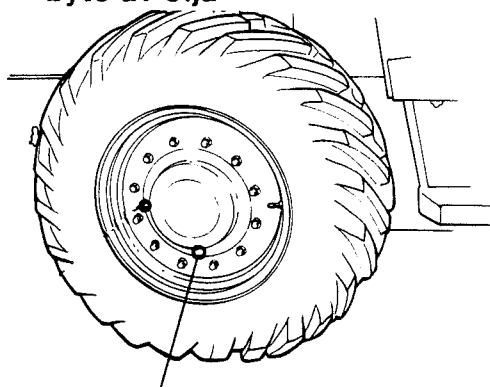

Fig 37 1
- 4 Kör välten så att nivåpluggen kommer i läge enl fig 37.